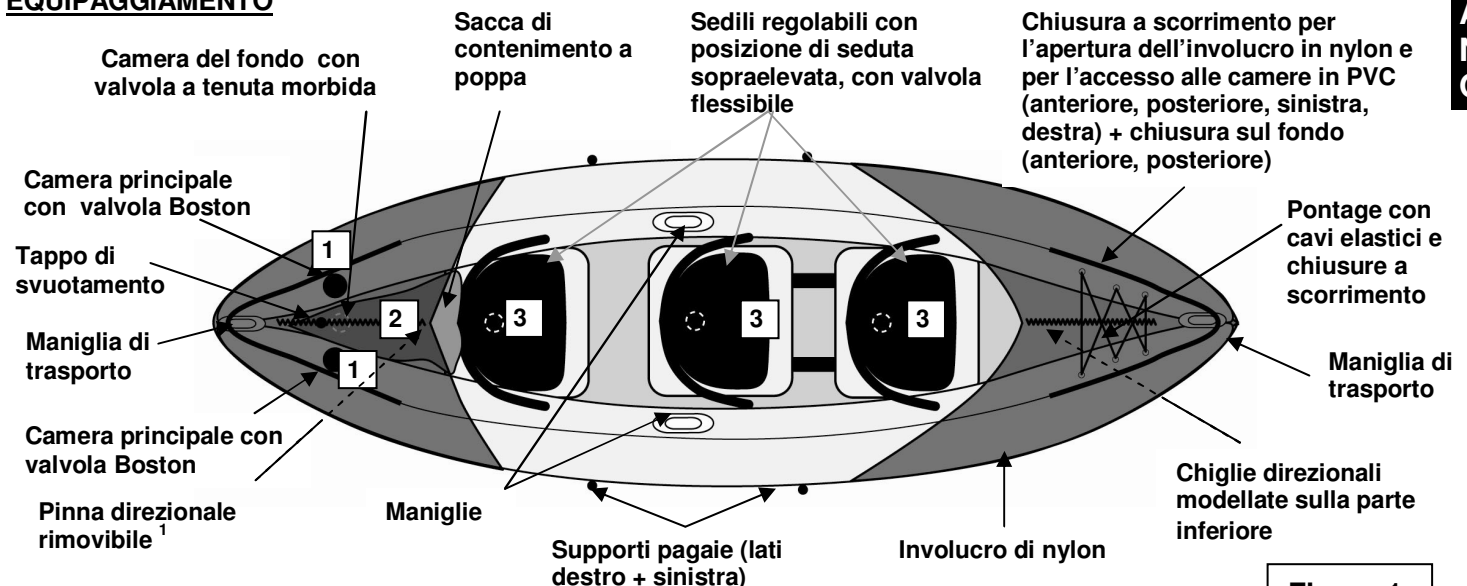

Figura 1
a) Valvola(e) Boston (figura fronte) : sviti il cappuccio della valvola (1), avviti il corpo della valvola (2) nella base della valvola (3) ; abbia cura che il cappuccio resti accessibile. Inserisca l'estremità del gonfiatore nella valvola e gonfi fino a raggiungere il livello di pressione raccomandato (vedere punto 3). Dopo il gonfiaggio, chiuda bene tutte le valvole con il loro cappuccio (nel senso delle lancette d'un orologio). **N.B.** : una leggera fuga d'aria prima della chiusura è normale, solo il **cappuccio della valvole assicura la TENUTA STAGNA**.
3. Gonfiare il prodotto secondo l'ordine di gonfiamento indicato sulla targa di immatricolazione stampata sul prodotto (vedere anche la figura 1, la numerazione delle valvole).